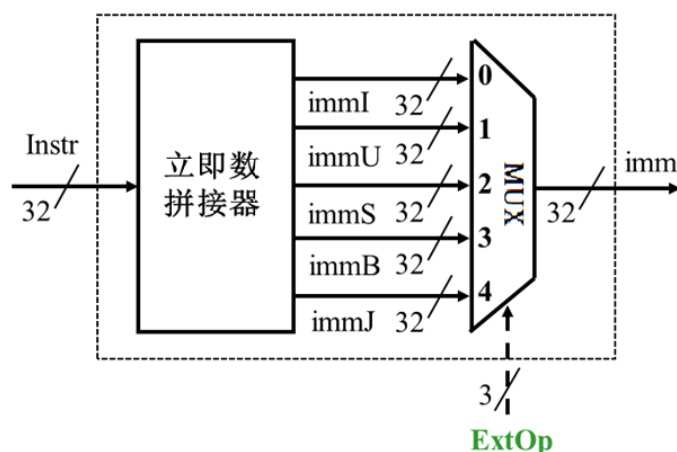
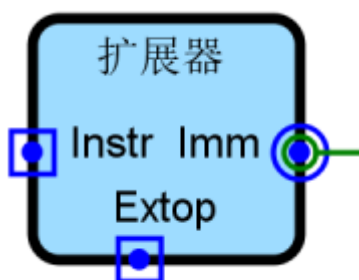

图 5.12 立即数扩展器示意图
图 5.14 立即数扩展器封装图
其设计示意图如图 5.12 所示，通过控制信号 ExtOp 来选择不同立即数编码类型以及在扩展器中进行的扩展操作。
1) 设计“立即数扩展器”子电路。在 Logisim 中添加一个名为“立即数扩展器”的子电路，双击该子电路名称，在右侧工作区中构建相应电路。参考图 5.12，在工作区中添加指令输入引脚、扩展器、分线器、多路选择器、输出引脚和隧道等组件；修改组件属性，进行线路连接，多路选择器的控制信号 ExtOp 为 0、1、2、3、4 时，分别进行 I-型、U-型、S-型、B-型、J-型指令的立即数扩展。添加标识符和电路功能描述文字。改变 ExtOp 输入数据，观察输出信号值，记录测试数据，验证电路的正确性。如图 5.14 所示封装子电路，保存电路设计文件。